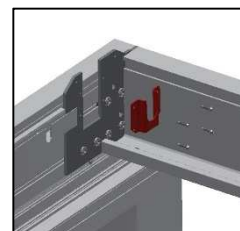

Abbildung 75
- » Halterung Walzenkapsellager (34) an Endkappe Stirnprofil (17/18) mit Bohrschraube (6/vorbohren) befestigen (Abbildung 75)